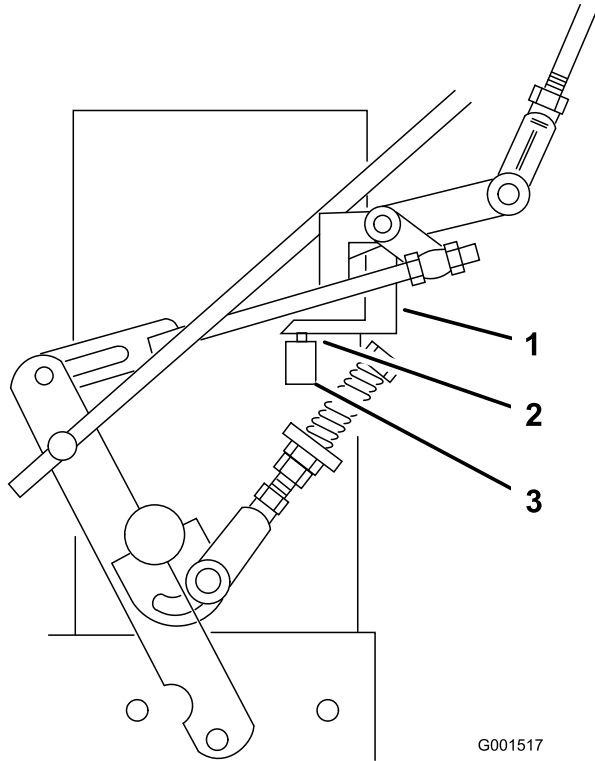

Figure 34
7. Le contacteur de sécurité doit être enfoncé et un espace de 8 mm (5/16") doit exister entre la languette d'actionnement et le contacteur. (Figure 34).
8. Au besoin, ajuster la position du contacteur pour obtenir un espace de 8 mm (5/16") (Figure 34).